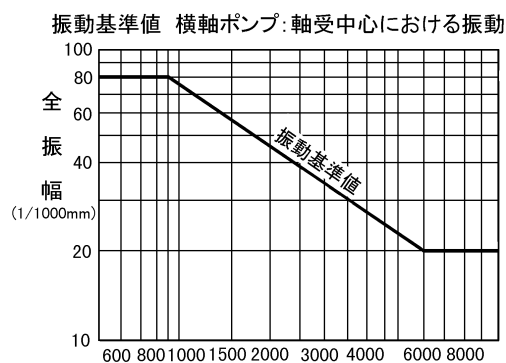

図 5
- (2) 軸受許容温度は室温+40℃以下かつ80℃以下です。
- (3) 軸封はメカニカルシールのため、正常であればほとんど水漏れはありません。運転開始時、少々水漏れが認められる場合でも、その状態で運転をしばらく持続させると水漏れが減ります。それでも水漏れが多い場合は運転を停止して点検してください。
- (4) ポンプが正常で据付、配管工事が正しく施工されている場合の振動の基準値を図5に示します。振動が大きい場合は配管の無理などが原因ですので点検してください。
- (5) 機器の取り付けボルト、電気配線の端子ビスにゆるみがないかどうかご確認ください。
- (6) 電動機の絶縁抵抗を1ヶ月に1回測定してください。絶縁抵抗値が5MΩ以上あれば運転に支障ありませんが、5MΩ以上あっても急に低下し始めている場合は異常と考えられますので修理が必要です。